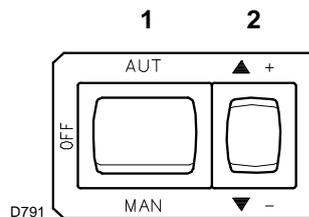
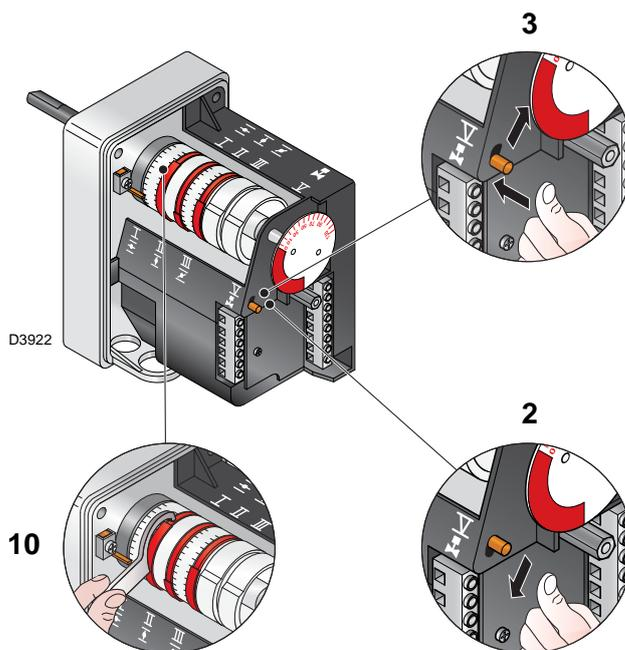

图 28
图 32
闭合温控器 / 压力开关，旋转开关至“手动”位置 (图 28)。
按下“增大出力”按钮 2)(图 28)并保持，直至伺服马达开启风门挡板和燃气蝶阀。
按下“降低出力”按钮 2)(图 28)并保持,直至伺服马达关闭风门挡板,同时将燃气蝶阀关闭至 15°角(此为工厂设定值)。
- 如需减小供气量,可依次逐步减小伺服马达凸轮 III(图 32)的角度(如从 15°调至 13°,再调至 11°.....)。
- 如需增加供气量,轻轻按下“增大出力”按钮 2)第 25 页图 28(增大蝶阀角度 10-15°),依次逐渐增大凸轮 III(图 32)的角度(如从 15°增至 17°,再增至 19°....)。
对凸轮 III 所进行的任何必要调整,尤其是微调,都必须使用专用工具 10)(图 32)。
图例(图 32)